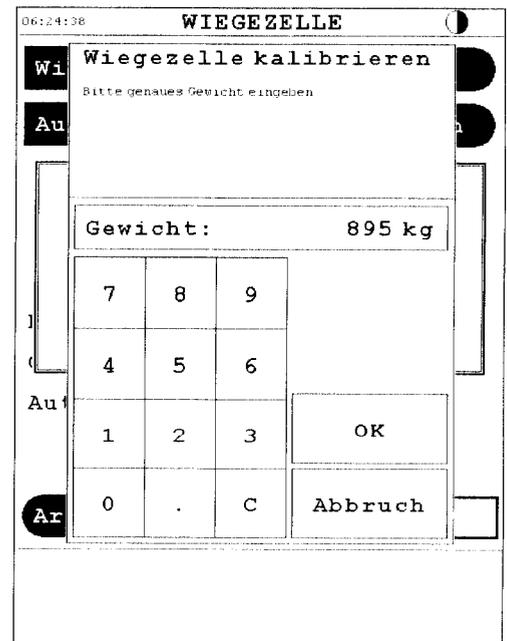

Fig. 31
- Das genaue Gewicht auf dem Display eingeben und das **OK** Feld drücken. (Fig. 31)